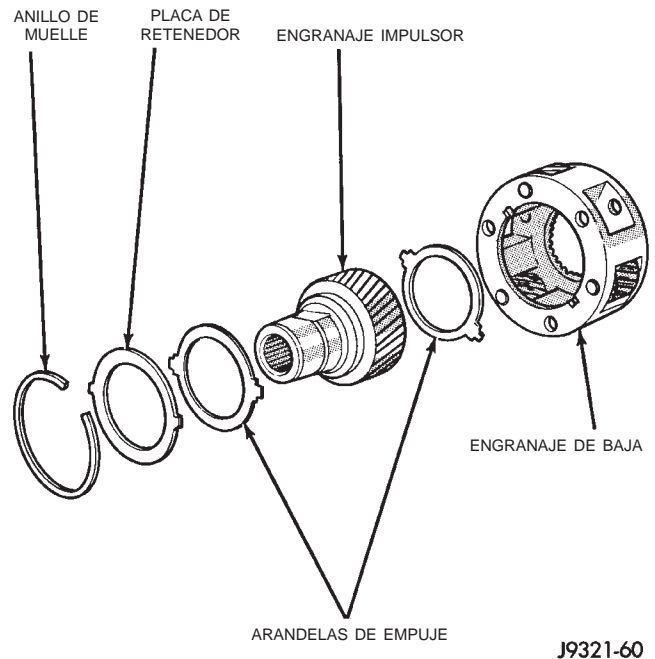

Fig. 56 Componentes de engranajes impulsor/de baja
(1) Lubrique los engranajes y las arandelas de empuje (Fig. 56) con el líquido para transmisiones recomendado.
(2) Instale la primera arandela de empuje en el engranaje de baja (Fig. 56). Asegúrese de que las lengüetas de la arandela queden correctamente alineadas con las muescas del engranaje.
(3) Instale el engranaje impulsor en el engranaje de baja. Asegúrese de que el engranaje impulsor quede completamente asentado.
(4) Instale la arandela de empuje restante en el engranaje de baja y en la parte superior del engranaje impulsor. Asegúrese de que las lengüetas de la